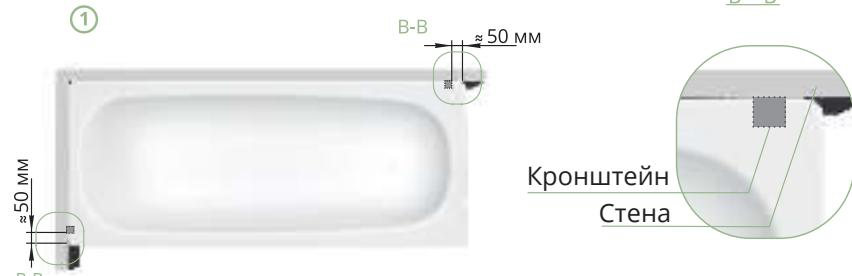

РИСУНОК 6
12. Закрепите ванну при помощи двух кронштейнов с шайбами M8 согласно схеме на рис.6. Кронштейны крепятся к стене при помощи крепежных элементов (не входят в комплект поставки). Для выбора подходящих крепежных изделий в соответствии с материалами стен ванной комнаты обратитесь в местный специализированный магазин.